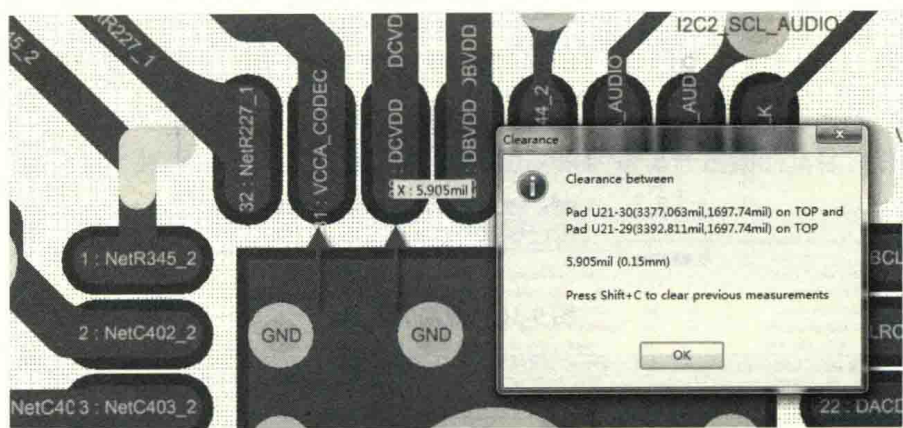

图 9-12 忽略元件封装本身的间距报错
(3) 在“Constraints”选项区域中的“Minimum Clearance”文本框里输入需要设置的参数值，这个参数值就是需要设置的间距参数。
(4) Ignore Pad to Pad Clearances within a Footprint: 对于封装本身的间距不计算到设计的规则当中。这个是因为什么呢？因为如图 9-12 所示，我们创建的封装因为 Pitch 间距比较小，焊盘和焊盘之间的间距是 5.905mil，但是我们的设计规则设计到 6mil 的话，按理这个封装是不满足设计规则的，但是因为我们的封装规格就是如此，我们就不想这个封装自身进行报错提示，这个时候可以把这个选项进行勾选，就不会再进行报错提示了。
(5) Altium Designer 17 提供全新的“Simple”和“Advanced”两种对象与对象的间距设置，不再像低版本那样对每一个对象与对象的间距设置规则来进行叠加。
① Simple: 这个选项主要是 PCB 设计当中最常用规则之间的对象配对。例如，想设置 Via 和 Via 之间的间距为 5mil，只需要在十字交叉处更改自己想用的数据即可；又如，想设置 Via